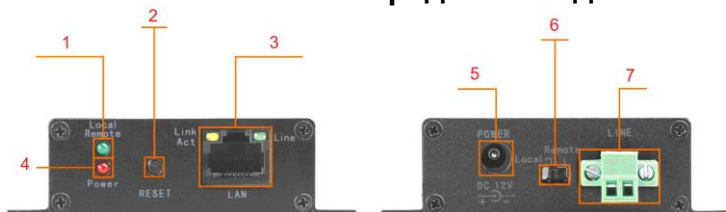

Рис. 2 Элементы устройств TA-IP и RA-IP
1. Установите положение переключателя (п.6 рис.2) в положение **Local** на локальном устройстве и в положение **Remote** – на удаленном.
2. Подключите оконечное IP-оборудование (IP-камеру, коммутатор, др.) к разъемам RJ45 (п.3 рис.2)
3. Соединительный кабель подключите к клеммным колодкам (п.7 рис.2).
4. Подключите блоки питания к устройствам. Подайте питание. Индикаторы питания (п.4 рис.2) и индикатор **Link Act** разъема RJ45 должны загореться.
6. Если данные передаются не корректно, перезагрузите устройства, нажав кнопку **Reset** (п.2 рис.2).